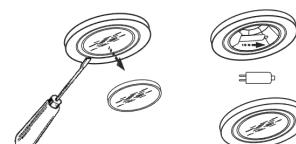

рис. 12
8.6 Замену электрической галогенной лампы производят в следующей последовательности (рис. 12):